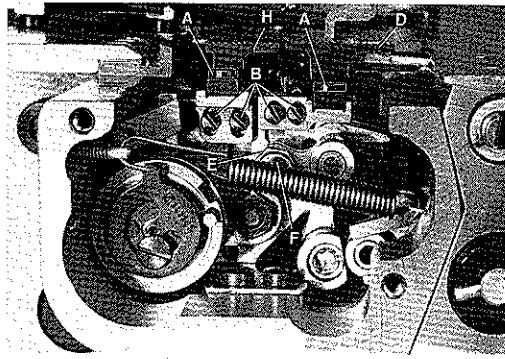
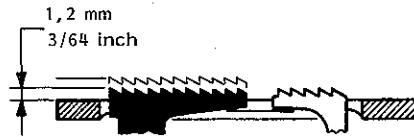
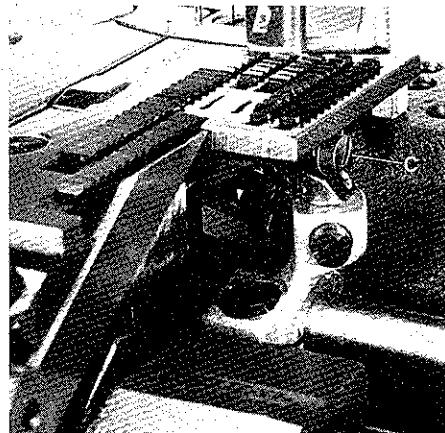

Fig.29
Fig.30
Fig.31
Assemble the two-piece main feed dog (H, Fig.29) and the differential feed dog (D, Fig.29), tighten fastening screws (A, Fig.29) slightly. Insert the throat plate support with throat plate on the cylinder arm and center the feed dogs across-the-line-of-feed in the throat plate slots to have equal clearance on all sides. Now tighten screws (A) firmly.
Turn pulley until the feed dogs are at their highest point of travel. In this position, the left part of the main feed dog and the differential feed dog should be set to rise approximately 1,2 mm (3/64 inch) above throat plate (see Fig.30).
For setting loosen screws (B, Fig.29) and position the feed dog holders with the feed dogs to the correct height. Tighten screws (B).
Depending on thickness of fabric to be sewn, the right part of the main feed dog can be raised slightly for compensation if required, to obtain a uniform and even feeding of lace or elastic (see Fig.30). The correct height has to be determined by sewing tests. After loosening screw (C, Fig.31) the right part of the main feed dog can be set accordingly. Retighten screw (C). In-line-of-feed the differential feed dog can be set to the front or to the rear to clear equally between the main feed dog and the front end of throat plate slot. For adjustment loosen screw (F, Fig.29) and rotate eccentric (E) in operating direction until the correct setting is obtained. Retighten screw (F).
Montieren Sie den zweiteiligen Haupttransporteur (H, Fig.29) und den Differentialtransporteur (D, Fig.29), ziehen Sie die Befestigungsschrauben (A, Fig.29) nur leicht an. Stecken Sie den Stichplattenträger mit Stichplatte auf den Zylinderarm und vermitteln Sie die Transporteure seitlich in den Stichplattenschlitzen so, daß sie an allen Stellen freigehen. Ziehen Sie die Schrauben (A) danach gut an.
Drehen Sie am Handrad bis die Transporteure in der höchsten Stellung sind. In dieser Stellung soll der linke Teil des Haupttransporteurs und der Differentialtransporteur etwa 1,2 mm über die Stichplattenoberfläche ragen (siehe Fig.30).
Zur Einstellung lösen Sie die Schrauben (B, Fig.29) und schieben die Transporteurhalter mit den Transporteuren auf die gewünschte Höhe. Ziehen Sie die Schrauben (B) an. Abhängig von der Dicke des Nähgutes kann zum Ausgleich der rechte Teil des Haupttransporteurs bei Bedarf etwas höher gestellt werden, so daß Spitze oder Gummiband sauber und glatt transportiert wird (siehe Fig.30). Die richtige Höhe wird durch Näherversuche ermittelt. Nach Lösen der Schraube (C, Fig.31) läßt sich der rechte Teil des Haupttransporteurs entsprechend einstellen. Ziehen Sie die Schraube (C, Fig.31) wieder an.
In Näherichtung kann der Differentialtransporteur entsprechend vor- oder zurückgestellt werden, damit er zwischen dem Haupttransporteur und dem vorderen Schlitzende der Stichplatte gleichmäßig freigeht. Zur Einstellung lösen Sie die Schraube (F, Fig.29) und drehen den Exzenter (E) in Näherichtung, bis die richtige Einstellung erreicht ist. Ziehen Sie die Schraube (F) wieder an.